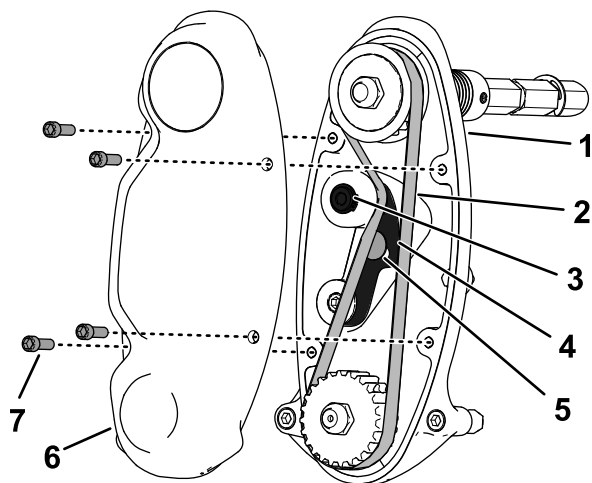

图 17
1. 拆下皮带罩露出皮带图 17。
2. 拧松怠轮臂螺栓并旋转怠轮臂图 17 以释放皮带的张紧力。
3. 拆下皮带 (图 17)。
6. 如图 17 所示安装皮带向怠轮臂内六角施加 6~7 N·m 的力张紧皮带。